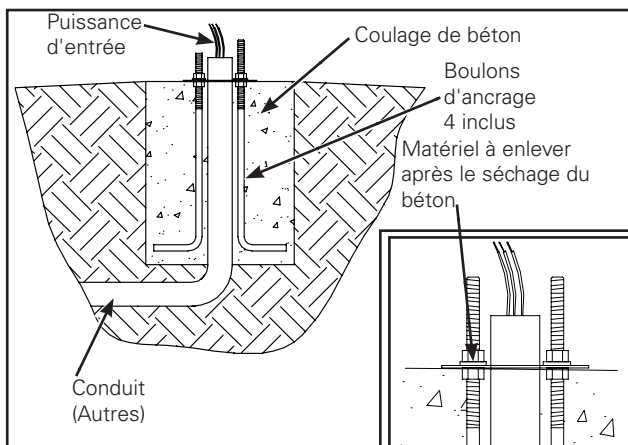

Figure 2.
1. Débranchez ou mettez hors tension avant d'effectuer toutes les installations et les opérations d'entretien. Creusez une tranchée assez profonde pour accepter les boulons d'ancrage et placez le conduit comme l'exige le code d'électricité national en vigueur et toutes les autres règles et exigences applicables. Vissez les écrous sur les boulons d'ancrage en laissant une longueur de filetage de 3,2 cm (1,25 po) au-dessus de la plaque coussinée pour fixer la base du luminaire et le coussinet de néoprène. Placez l'ensemble des boulons d'ancrage sur la conduite et fixez pour le coulage du béton. Assurez-vous que le gabarit en aluminium est de niveau avec la surface de béton et que l'assemblage ne va pas se détacher durant les opérations de coulage de béton (Consultez la page des trous de boulons). Coulez le béton. Assurez-vous que la plaque est aussi lisse que possible. Laissez sécher le béton (Figure 2).